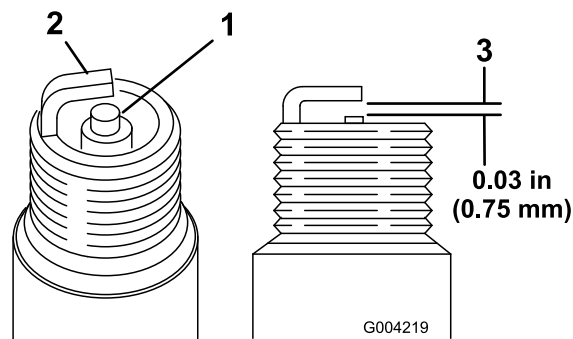

図 47
2. プラグの電極間のエアギャップ 図 47を点検し、
3. 適正值から外れていれば外側の電極 図 47を曲げて調整する。
1. 中央の電極部を観察する 図 47。絶縁体部がうす茶色や灰色なら適正、碍子が黒くなっているのは不完全燃焼であるエアクリーナの汚れが原因であることが多い。